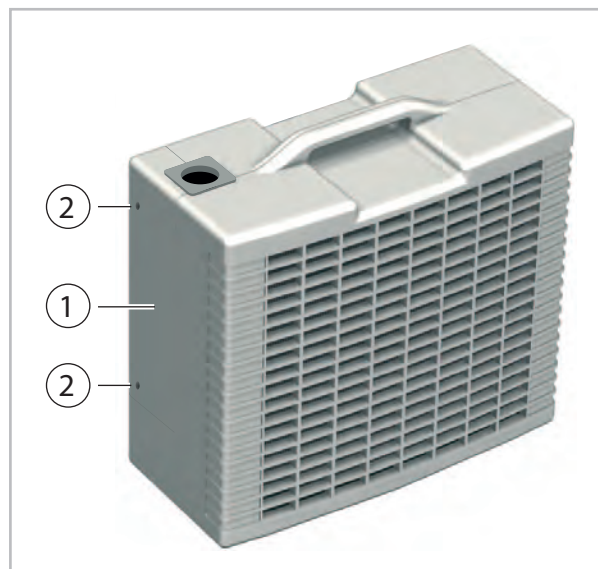

Fig. 12: Retirez le cache
3. ➔ Enlevez les 2 vis du cache à l'arrière de l'unité extérieure (Voir la Fig. 12).